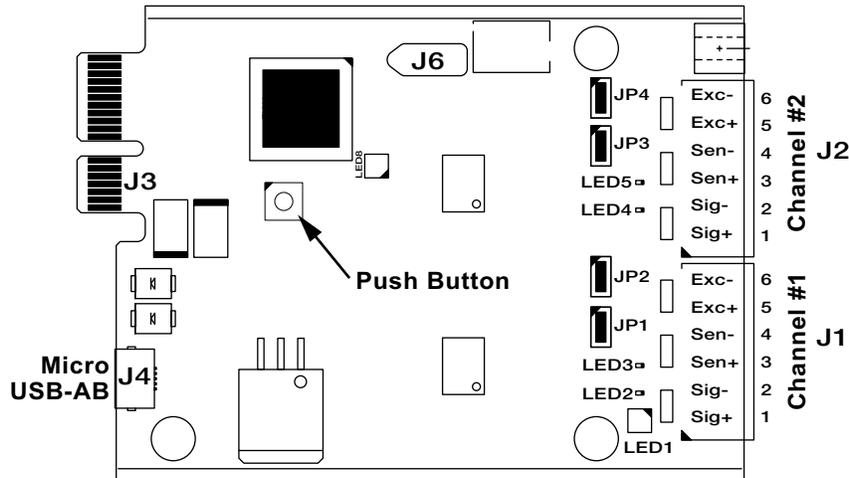

Figure 12-7. Cartes de balance A/N simples et doubles de deuxième génération
6. Tout en maintenant le bouton-poussoir de la carte enfoncé, branchez l'extrémité micro USB dans le connecteur J4 (voir la Figure 12-7). Le PC détecte un périphérique USB amovible appelé *CRP DISABLD*.